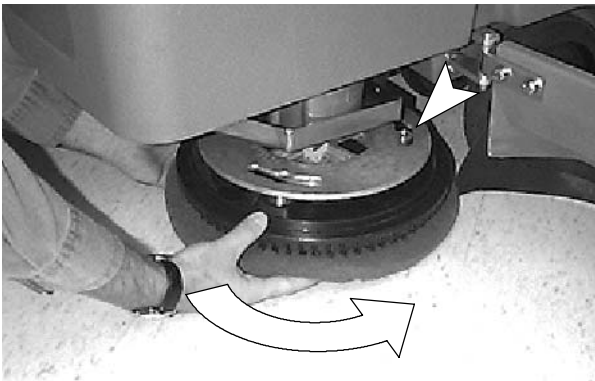

FIG. 9
7. Mettez les ergots du système d'entraînement du patin en face des fentes du moyeu du moteur. Faites faire un tour rapide au système d'entraînement en direction de l'attache à ressort du moyeu du moteur. Vérifiez si l'attache à ressort est bloquée dans un des ergots du système d'entraînement avant d'utiliser la machine (Figure 9).